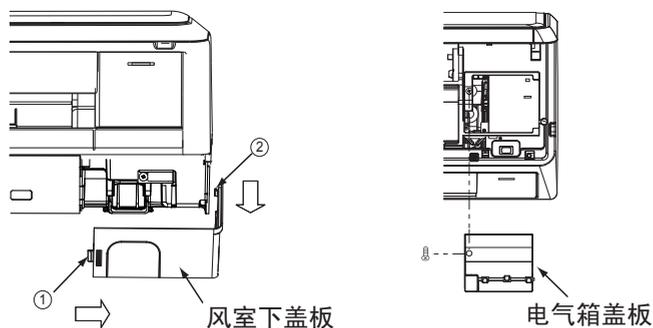

图14
用手将面框右下角风室下盖板 ①、② 处的钩子沿箭号方向拉，将风室下盖板取出。（如图14）
- 打开面板，拧开面框右侧电气箱盖板螺钉，将其取下。（如图14）